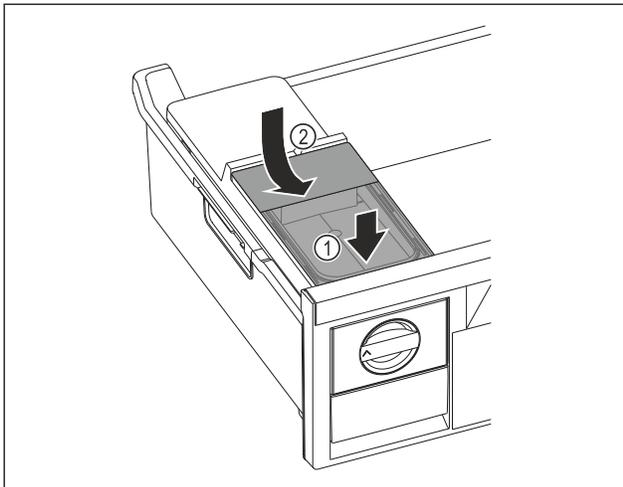

Fig. 142
- ▶ Placer le réservoir d'eau à l'avant. Fig. 142 (1)
- ▶ Abaisser le réservoir d'eau à l'arrière. Fig. 142 (2)